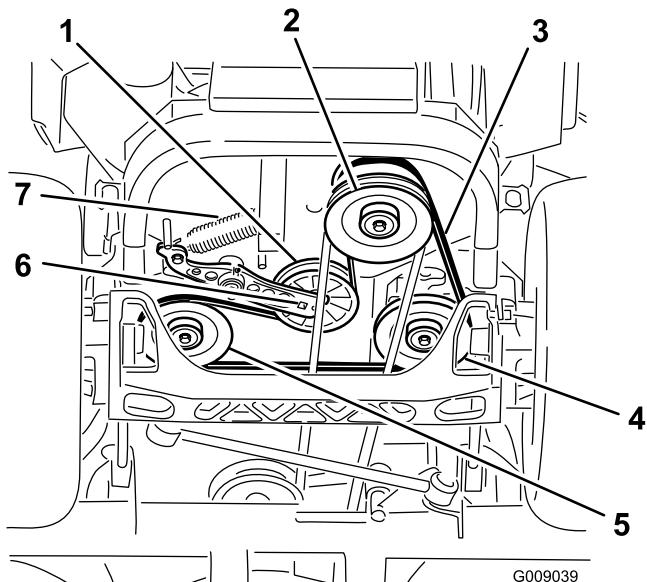

Figura 78
5. Utilice una llave de carraca en el taladro cuadrado del brazo tensor para retirar el muelle tensor (Figura 78).
6. Desenganche el muelle de la polea tensora del bastidor (Figura 78).
9. Utilizando la llave de carraca en el taladro cuadrado del brazo tensor, instale el muelle tensor en el bastidor (Figura 78).
4. Levante la máquina y apóyela sobre soportes fijos (Figura 78).